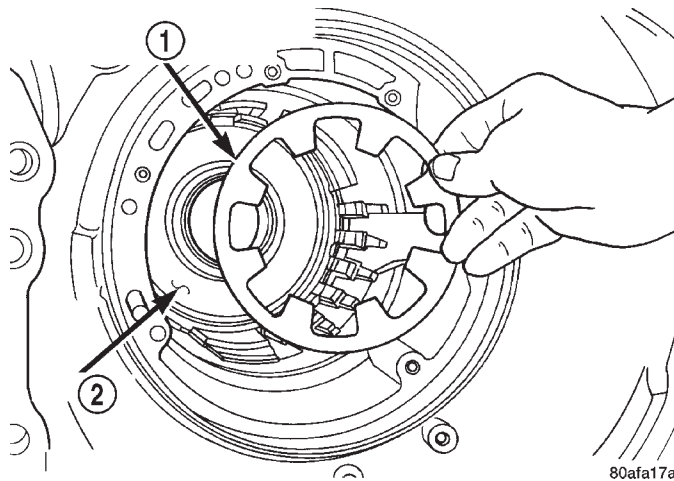

Fig. 88 Muelle de retroceso del émbolo de baja y marcha atrás
(9) Instale el muelle de retroceso del émbolo de baja y marcha atrás (Fig. 88).